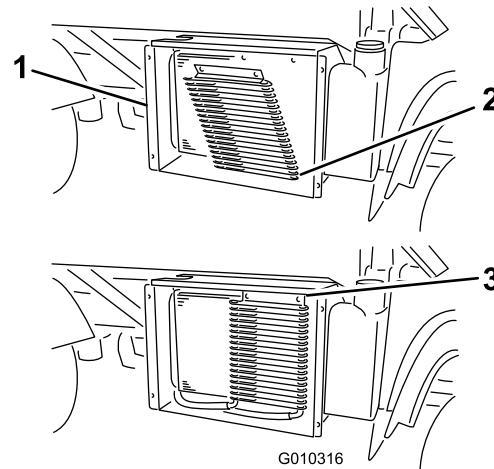

Figure 53
- Le cas échéant, tournez les verrous et faites pivoter le refroidisseur d'huile pour l'éloigner du radiateur (Figure 53).